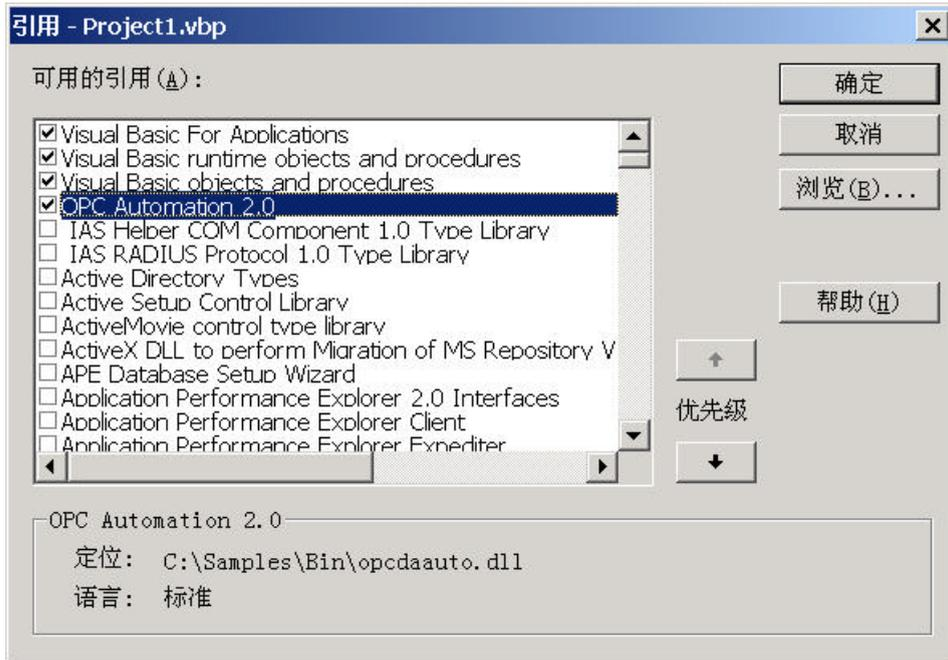

图 2-2 引用的设置
- 2) 在[可用的引用(A)]的一览表示中，请选择对应OPC包装DLL的文件名。这里我们选择[OPC Automation 2.0]（图 2-2）。